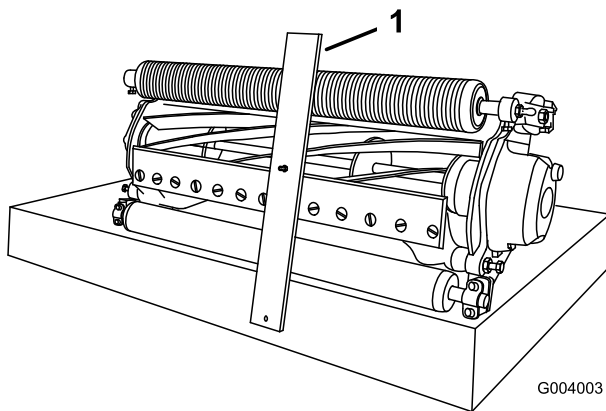

Figura 62
3. Enganche la cabeza del tornillo sobre el filo de la contracuchilla y apoye el extremo trasero de la barra de ajuste sobre el rodillo trasero (Figura 62).